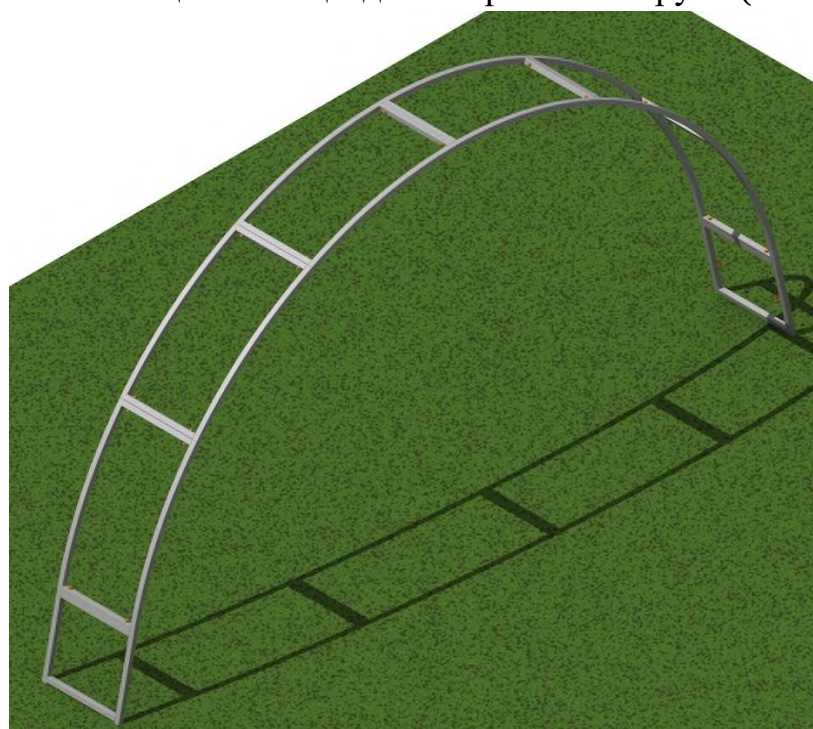

Рисунок 4
8. «Утопить» ножки цветочницы до поперечины в грунт (Рис.4).